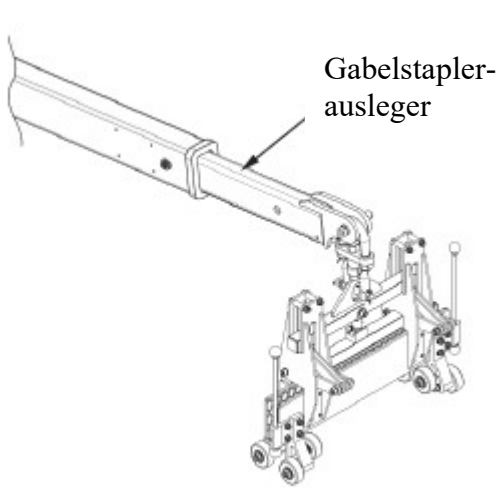

Abbildung 1a
- hängen Sie den Plattengreifer Giant an einen Gabelstapler(ausleger) an (Abbildung 1a).